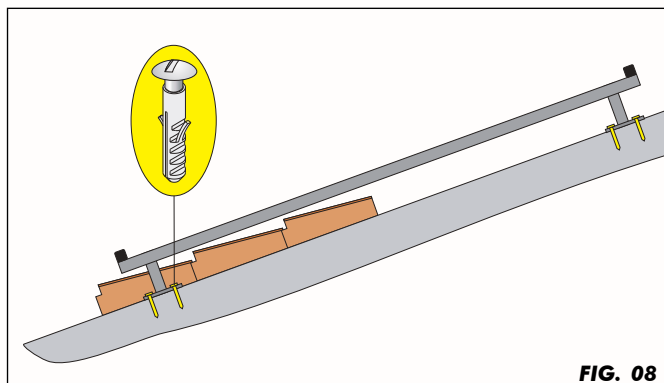

FIG. 08
- Fissare il telaio al solaio con gli appositi inserti meccanici (fig.08).